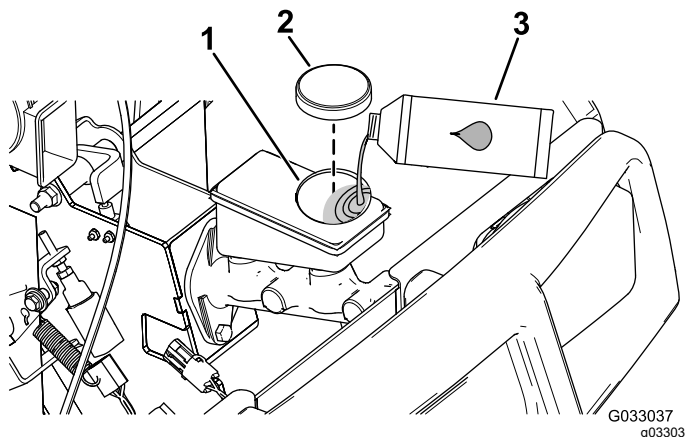

Figura 65
4. Eleve el capó para acceder al cilindro del freno principal y al depósito (Figura 65).
- A. Limpie la zona alrededor del tapón del depósito y retire el tapón (Figura 65).
- C. Coloque el tapón del depósito (Figura 65).